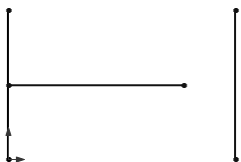

图 3-25 直线延伸到左侧直线上
- [4] 单击将直线草图实体延伸到左侧直线上，如图 3-25 所示。